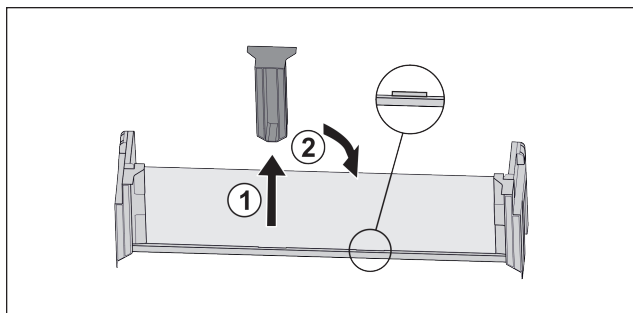

Fig. 24
- ▶ Middelste vasthoudeel lostrekken Fig. 24 (1).
- ▶ Middelste vasthoude deel in tweede positie inzetten *Fig. 24 (2)*.